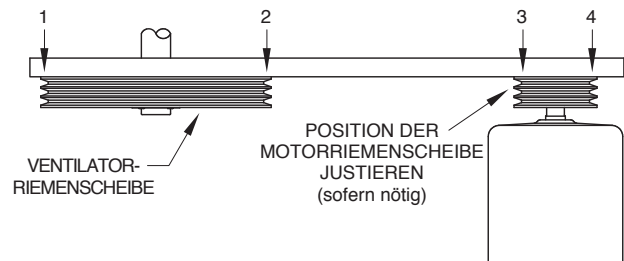

Abb. 17 – Überprüfen der Riemenscheiben-Ausrichtung
9. Zur Endkontrolle kann eine Wasserwaage o.ä. von Riemenscheibe zu Riemenscheibe gelegt werden, wodurch eine 4-Punkt-Auflagefläche entstehen sollte (wie in Abb. 17 dargestellt).